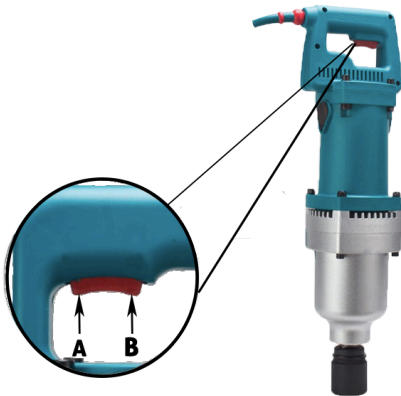

FIG 4
Pour visser, sélectionnez le sens horaire en appuyant sur la partie inférieure de la gâchette (B), pour dévisser, appuyez sur la partie supérieure de la gâchette (A) afin de faire tourner l'outil dans le sens contraire des aiguilles d'une montre. (Fig.4)